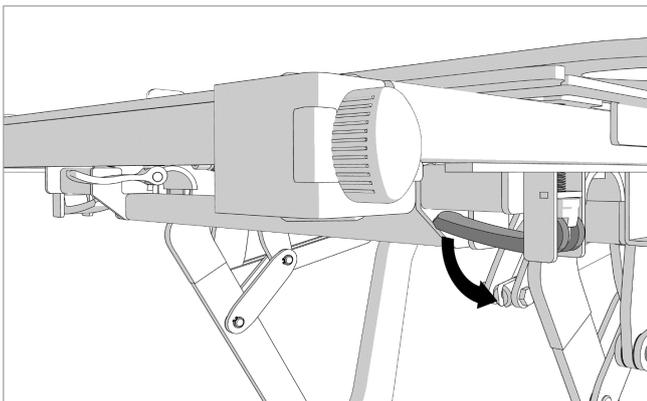
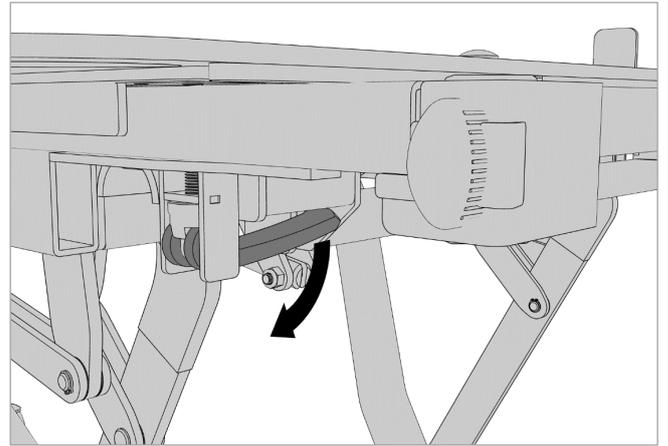
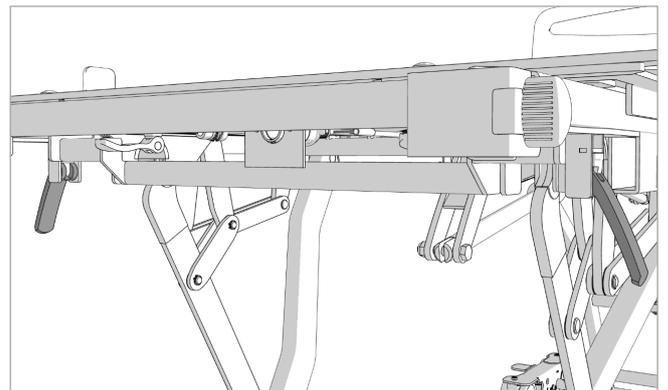

Figure 11.1
Figure 11.2
Figure 11.3
2. A l'extrémité du pied du lit, localisez les leviers de verrouillage du cadre du pied de lit et tournez-les vers le sol pour déverrouiller le cadre du pied de lit, comme indiqué dans la Figure 11.1, Figure 11.2 et Figure 11.2 et Figure 11.3.